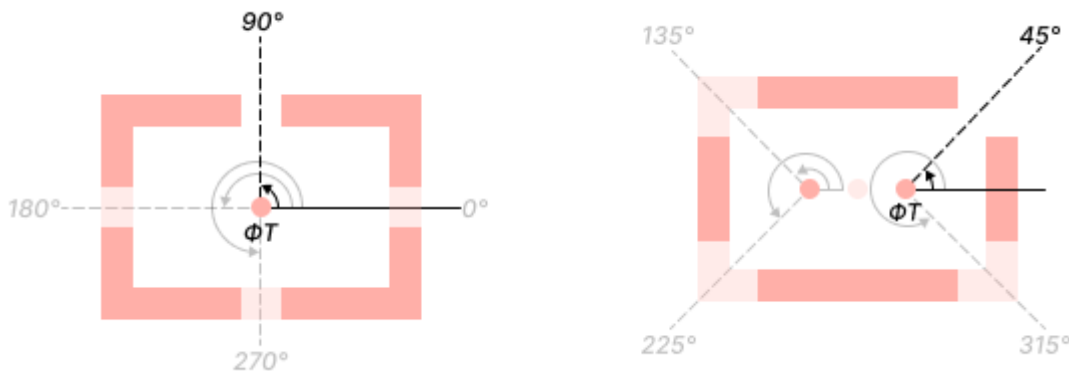

Рис. 213 Построение спиц термобарьера
- Угол наклона спицы – значение угла, под которым строится первая спица, относительно оси X против часовой стрелки. Значение может быть задано в диапазоне 0 – 359° с шагом 1°, см. Рис. 213.